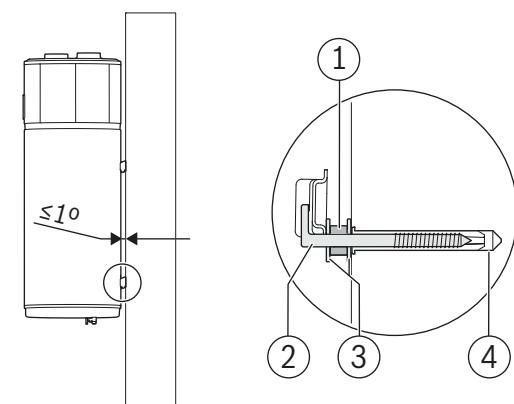

Fig. 18
O aparelho deve estar nivelado na vertical ou ligeiramente inclinado para trás, não mais do que 1°. Para o regular, é aconselhável (Fig. 18):
- Estabelecer uma distância mínima de 220 mm ao teto e de 450 mm ao solo (→Fig. 18, página 13) para facilitar a manutenção.